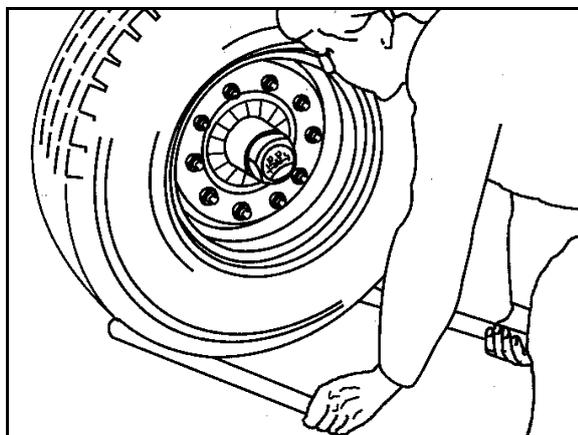

Fig. 88
1. Pour vérifier le jeu de paliers des moyeux de roues, relever les essieux jusqu'à ce que les pneumatiques soient libérés (Fig. 88).